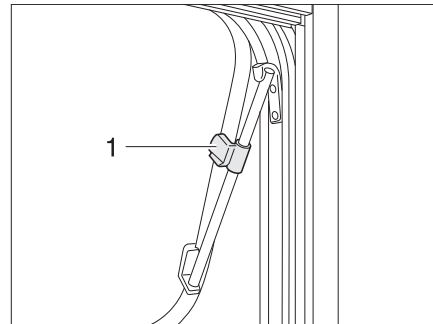

Fig. 54 Ventana abatible con soportes giratorios, abierta
- Abrir la ventana abatible hasta la posición deseada y fijarla con el botón moleteado (Fig. 54,1).
- Girar el botón moleteado (Fig. 54,1) hasta que se libere el bloqueo.